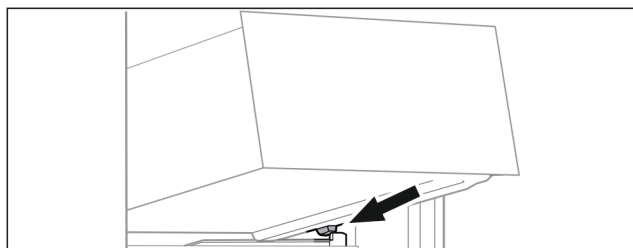

Fig. 60
- ▶ Nasad'te zásuvku šikmo za zarážkami na rebro nádoby. (pozri Fig. 60)